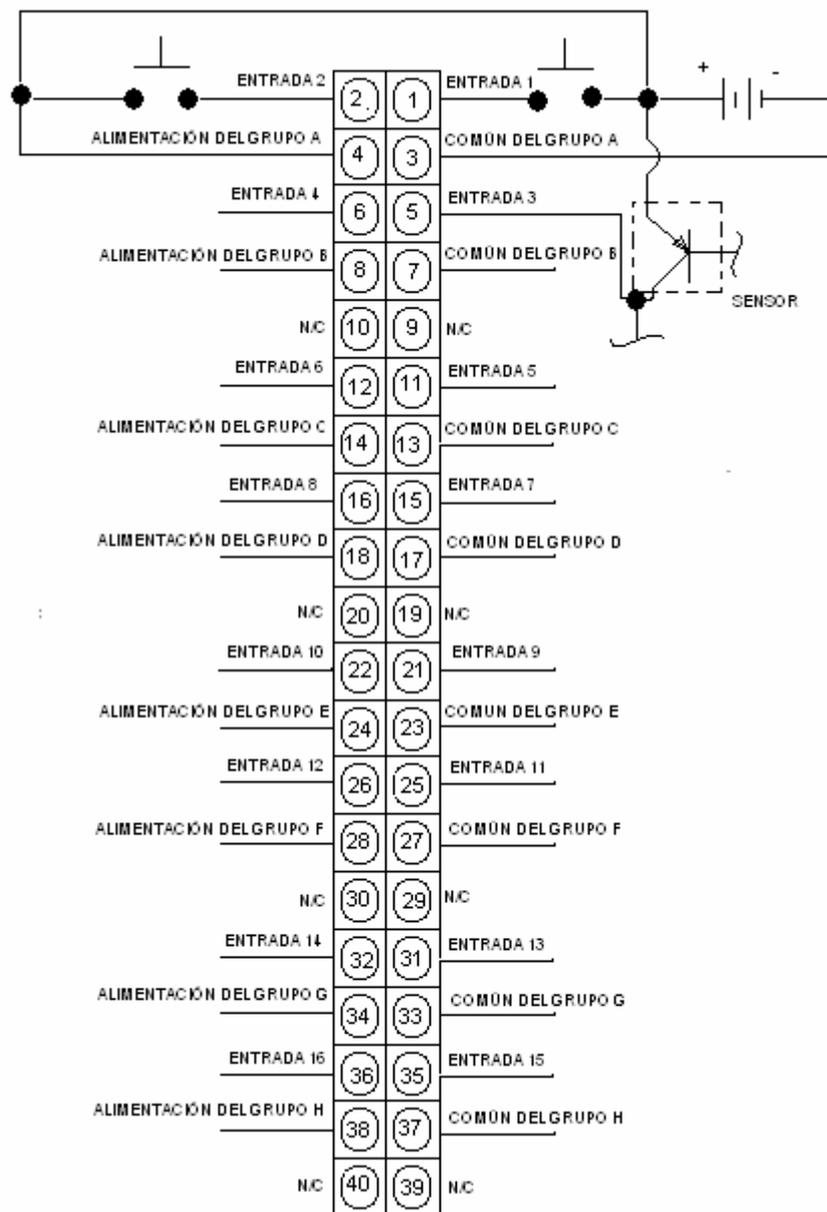

Figura 3.16. Esquema de cableado de DDI-841-00
**En la siguiente figura 3.16, se muestra el esquema de cableado de DDI-841-00.**